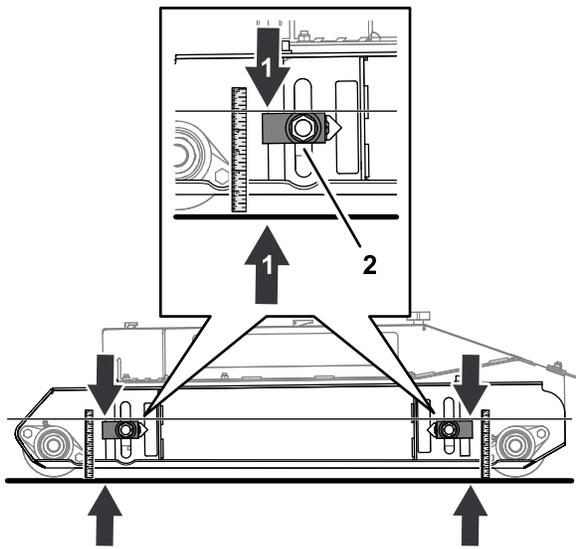

図 73
1. 刈高アジャスタブロックを固定しているナットをゆるめる 図 73。
2. 刈高アジャスタを上下させて、刈高アジャスタブロックの上面から床面までの距離が 124 mm になるように調整する 図 73。